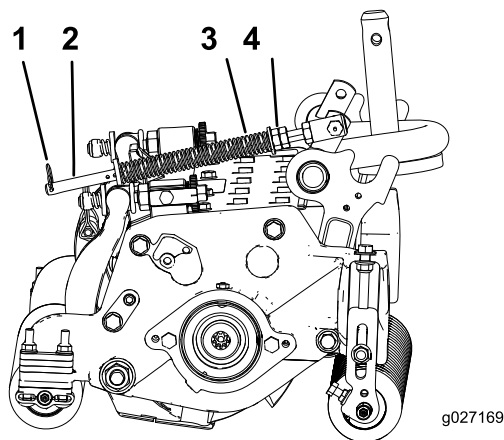

Figura 22
1. Verificate che la coppiglia sia montata nel foro posteriore dell'asta della molla (Figura 22).
2. Serrate i dadi esagonali sul lato anteriore dell'asta della molla, finché la lunghezza compressa della molla non è di 15,9 cm (Figura 22).